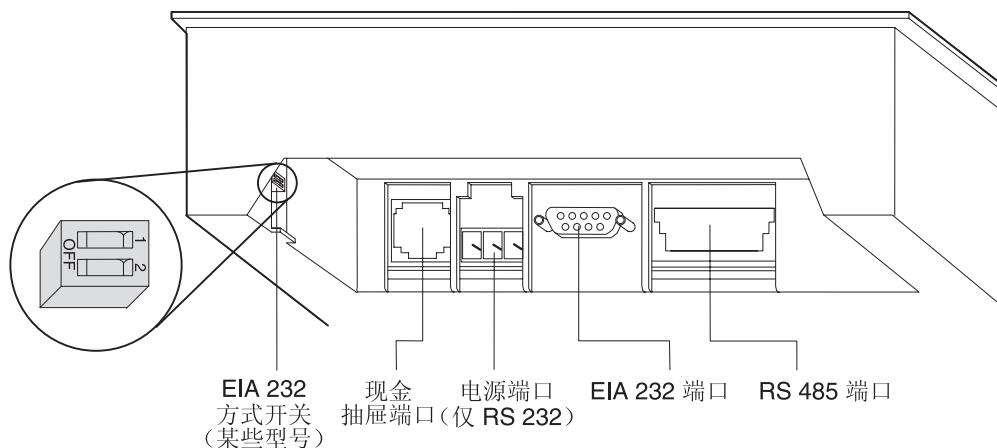

图 4. 热敏式 / 击打式 SureMark 打印机的电缆接头和 EIA-232 设置开关。(打印机的背面底部视图。)
- a. 在靠近背面的电缆接头处检查 EIA-232 方式开关设置。(请参阅图 4。)有关开关设置的信息,请参阅第 24 页的『EIA-232 通信方式选择』。
1. 关闭系统电源并断开 EIA-232 电源 (如已连接)。请参阅第 14 页的图 4。
仅当打印机通过 EIA-232 电缆连至该系统时，此节所描述的有关开关设置才适用。无须取下打印机盖板便可对开关进行设置。（关于如何设置开关，请参阅第 14 页的图 4。）